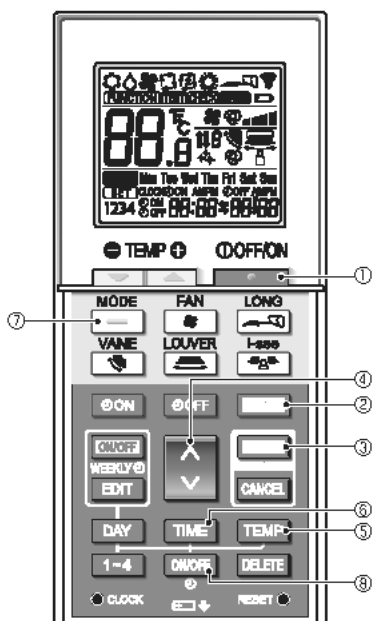

Fig. 7-9
1. Tryk på **▲**-knappen ① for at stoppe klimaanlægget.
2. Tryk på **▲**-knappen ②.
Skærmen til funktionsindstilling vises, og funktionsnr. ③ blinker. (Fig. 7-9)